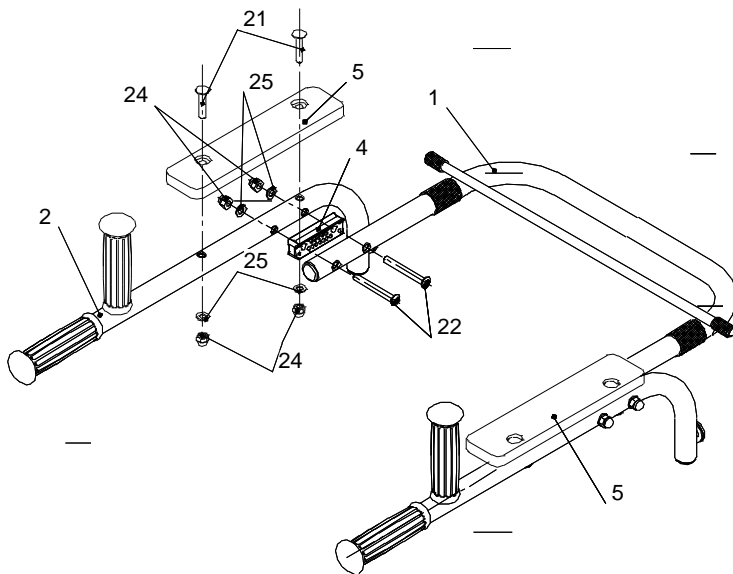
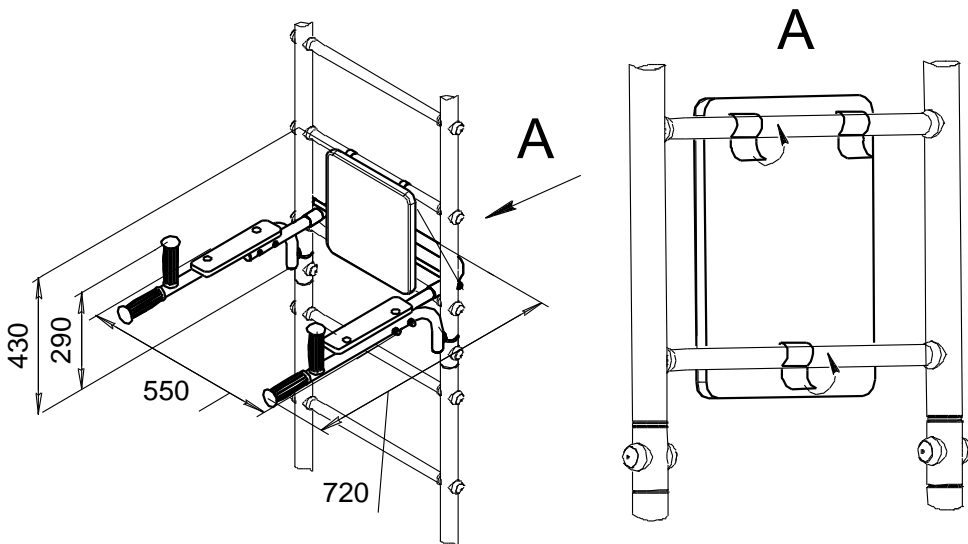

Рис. 1
Рис.2
4.2 Собрать брусья и установить их на стойки комплекса, навесить спинку навесную (рис. 1 и рис. 2).